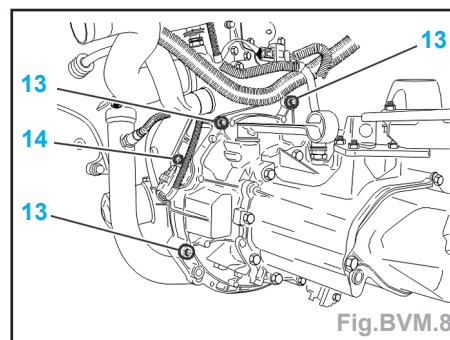

Fig.BVM.8
- Déposer (Fig.BVM.8) :
- les vis (13),
- le support capteur régime (14),